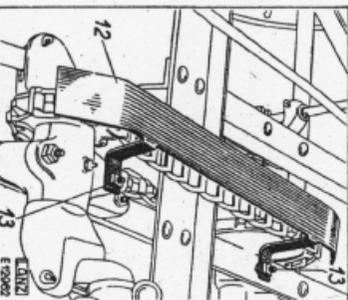

Bild 7. Ketenschutz
- e) Ketenschutz „12“ (Bild 7) mittels der zwei Schrauben „13“ am Rahmen und Kurbellager anschrauben.